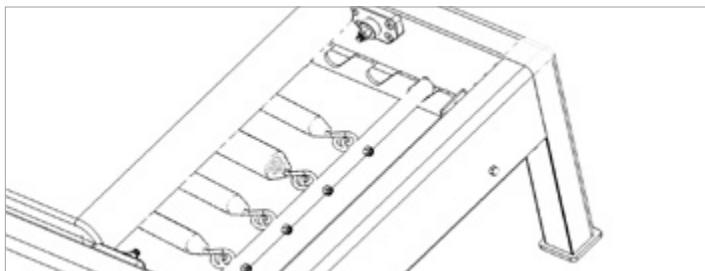

Figure 6
Placez la springbar avec les crochets vers le haut dans l'encoche inclinée, comme illustré dans la figure 6. Fixez au moins (1) ressort à un anneau de levage sur la springbar.